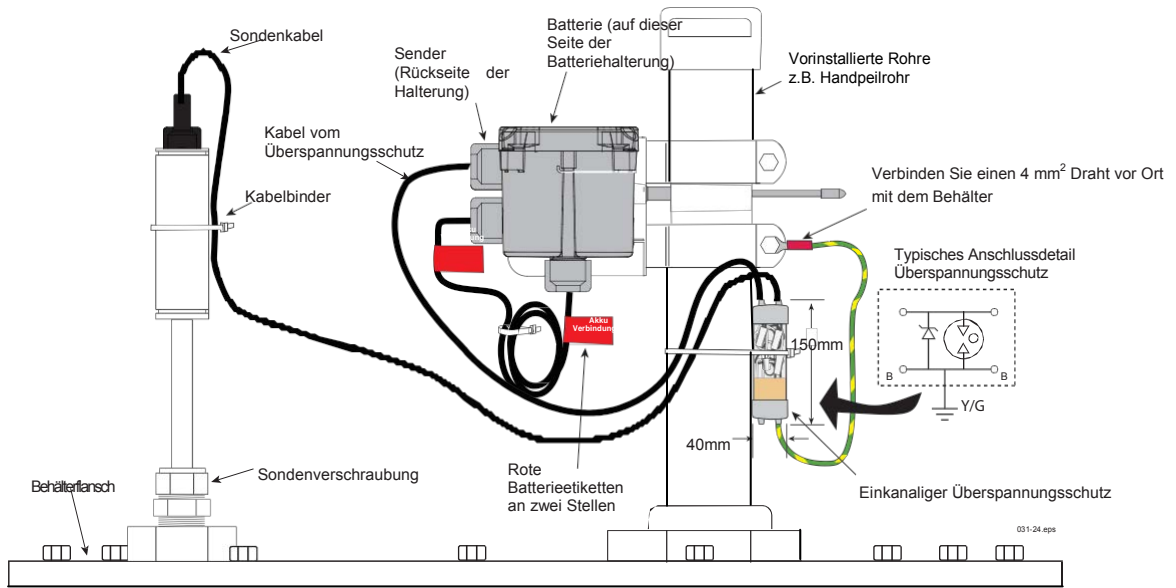

Abbildung 24. Beispiel für eine Funkinstallation mit Sondenverschraubung und einkanaligem Überspannungsschutz
Ist ein Überspannungsschutz erforderlich, so muss die Errichtung möglichst kurz vor Eintritt der Leitung in einen Sensor erfolgen. Beide Klemmleisten können entweder als Eingangsklemmen benutzt werden. Es muss nicht auf eine Polarität geachtet werden. Für die Verbindung zum Potentialausgleich (PA) ist eine äußere Anschlussklemme vorgesehen. Schließen Sie die Drähte jedes Kabels wie in Abbildung 24 gezeigt an.